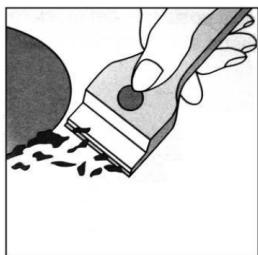

Fig.1
- Pour éliminer les résidus collés les plus persistants de la surface du verre, vous pouvez utiliser un racloir non fourni (Fig. 1).